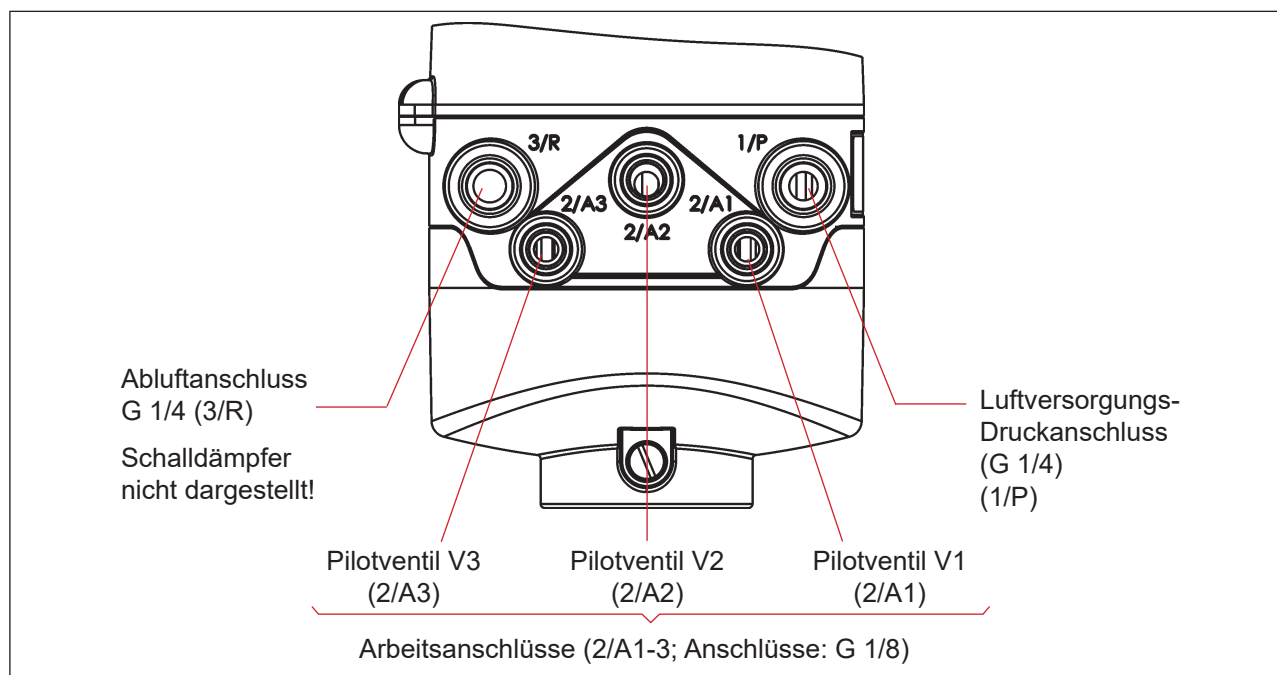

Abb. 17: Pneumatische Anschlüsse
- Am Abluftanschluss ist im Lieferzustand bereits ein Schalldämpfer montiert (3/R – siehe „Abb. 17“). Bei Bedarf kann der Schalldämpfer gegen einen Abluftschlauch (z. B. nach Einschrauben eines geeigneten Schlauchsteckverbinders) ersetzt werden – siehe Kasten mit HINWEIS und Empfehlungen unten.
- Die benötigten Arbeitsanschlüsse **2/A1 bis 2/A3** (je nach Anzahl der Magnetventile im Gerät) mit den zugehörigen Anschlüssen des Prozessventils verbinden – vergleiche „Abb. 17“.